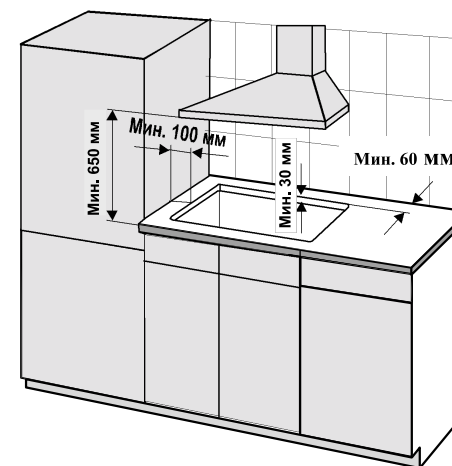

Рис.3
5) Варочная поверхность может быть смонтирована в столешнице толщиной не менее 30 мм (Рис. 3), устойчивой к действию высоких температур.